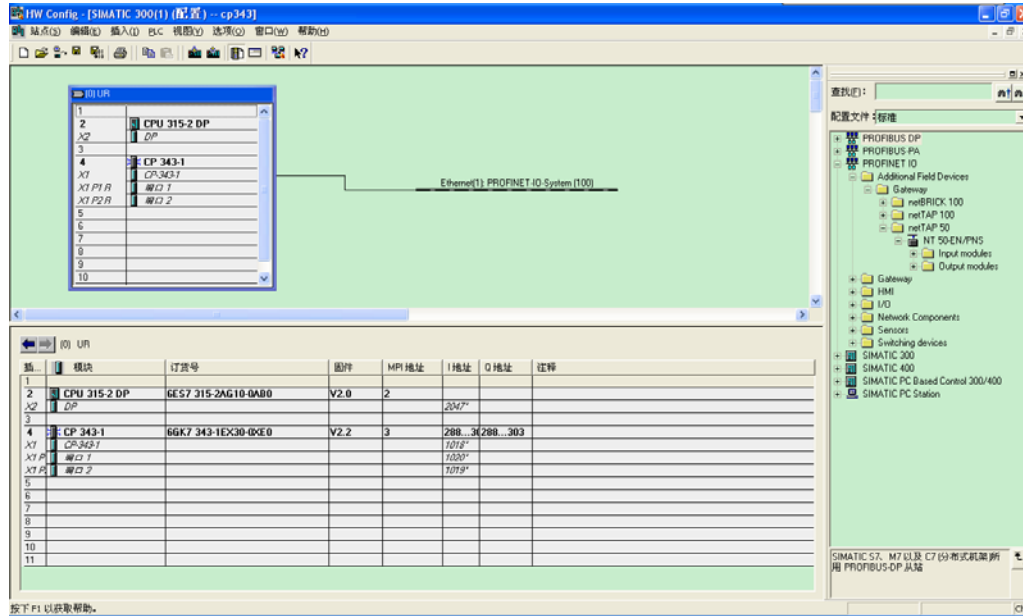

图 30
- 3) 将 NT50-RS-EN 网关的 PROFINET 设备描述文件导入到 STEP7 软件中。导入后可在图 30 中右侧的树型文件夹中找到 NT50 网关。